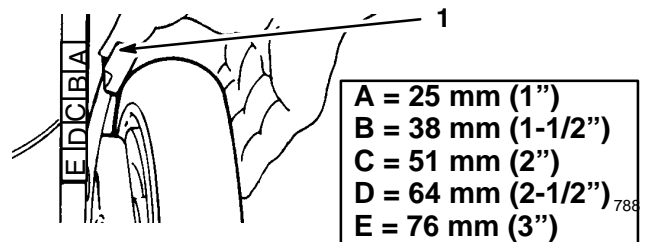

Figure 10
La tondeuse propose cinq hauteurs de coupe différentes (Fig. 10). Pour une tonte normale, régler les quatre roues à la même hauteur.
4. Serrer la manette de réglage vers la roue et la placer dans la position souhaitée (Fig. 10). S'assurer que le goujon de la manette s'engage bien dans le trou du support.